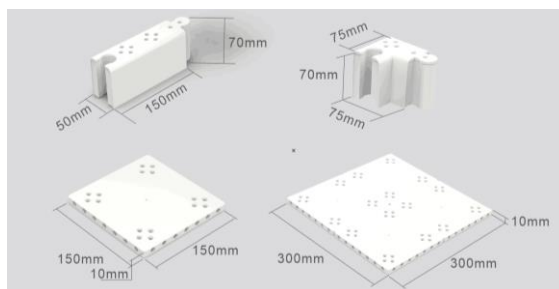

图 2 可拼装的塑料部件
2.1.1 赛台是可拼装的塑料部件拼接的。这些部件有边长 150mm 的方形小底板、边长 300mm 的方形大底板、150mm×70mm×50mm 的挡板及外边长 75mm 的转角等四种，如图 2 所示。